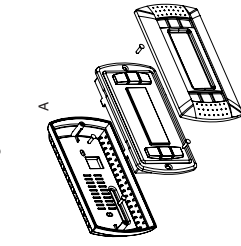

Fig. 2
- Il montaggio a parete del terminale prevede l'iniziale fissaggio del retrocontenitore A (Fig. 2), per mezzo di una scatola standard a 3 moduli per interruttori.
- Appoggiare il frontale al retrocontenitore e fissare il tutto utilizzando le viti a testa svasata presenti all'interno dell'imballo come illustrato in Fig. 2;
- The wall-mounting of the terminal first requires the back piece of the container A (Fig. 2) to be fitted, using a standard three-module switch box.
- Rest the front panel on the back piece and fasten the parts together, using the flush-head screws supplied in the packaging, as shown in Fig. 2;